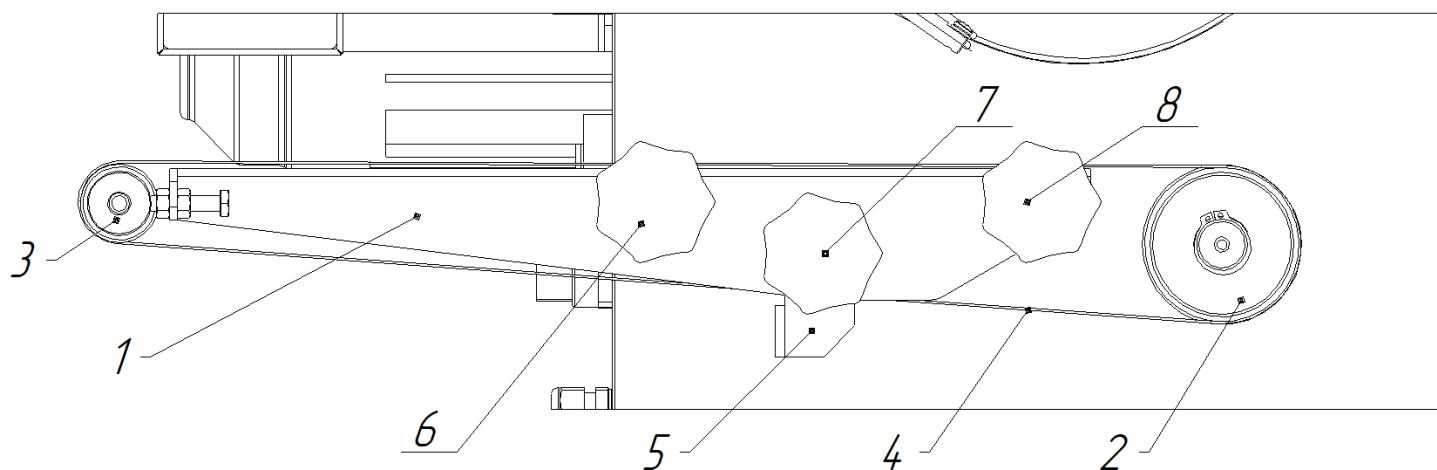

Рис.4
4.5. Транспортёр. (Рис.4)
1. Отпустить винт (Рис.4 поз.7) и снять скребок.
4. Выкрутите винт (Рис.4, поз.8) и потяните раму транспортёра на себя.